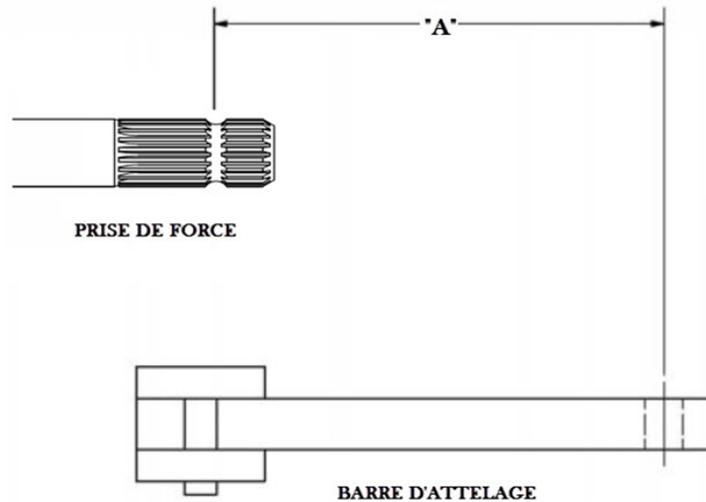

Figure 10 - Position de la barre d'attelage
1. Placez la barre d'attelage du tracteur de façon à ce que l'axe du trou d'attelage de la barre se trouve à une distance adéquate de l'extrémité de l'arbre de prise de force (voir le Tableau 6 et la Figure 10).